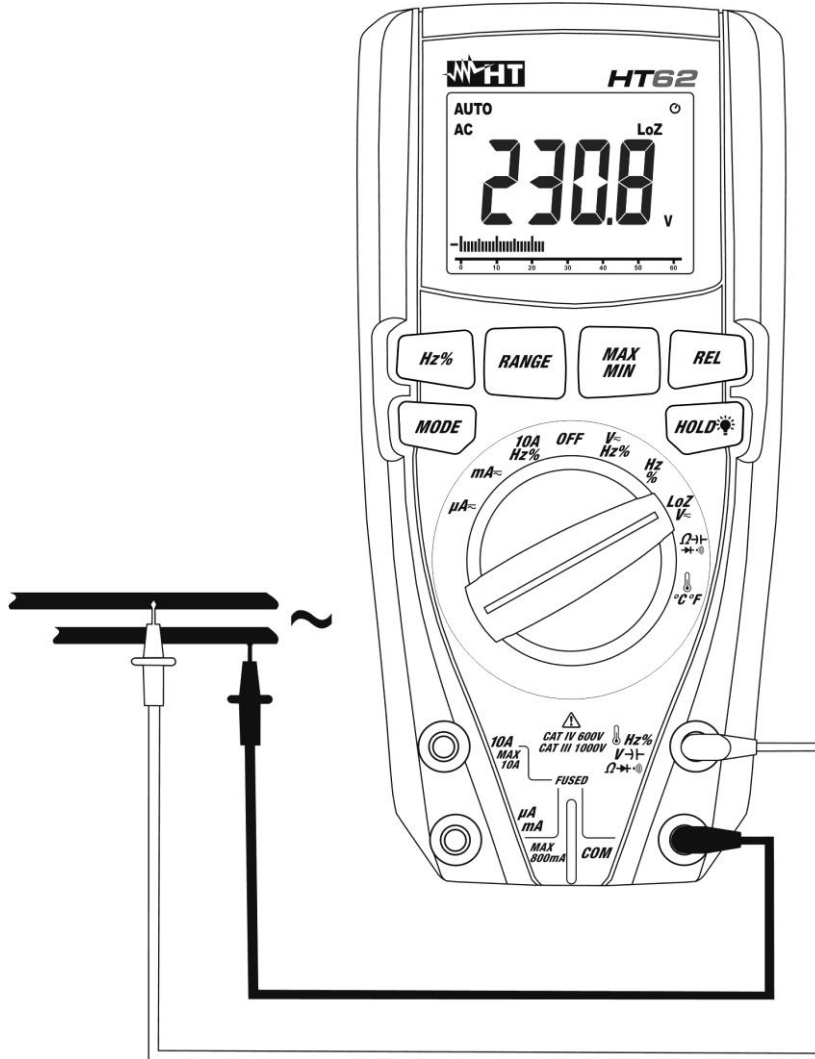

Fig. 4: Uso del instrumento para medida de Tensión CA/CC con función LoZ
4. Posicione la punta roja y la punta negra respectivamente en los puntos del circuito en examen (vea Fig. 4) para medida de tensión CA o en los puntos a potencial positivo y negativo del circuito en examen (vea Fig. 2) para medida de tensión CC. El valor de la tensión se muestra en pantalla